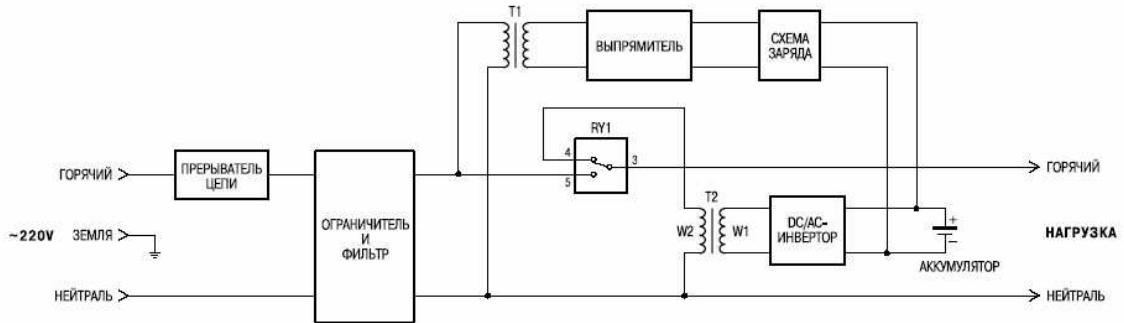

Рис. 1. Структурная схема
**Структурная схема** ИБП Back-UPS 250I, 400I и 600I показана на рис. 1. Сетевое напряжение поступает на входной многоступенчатый фильтр через прерыватель цепи. Прерыватель цепи выполнен в виде автоматического выключателя на задней панели ИБП. В случае значительной перегрузки он отключает устройство от сети, при этом контактный стопик выключателя выталкивается вверх. Чтобы включить ИБП после перегрузки, необходимо вернуть в исходное положение контактный стопик выключателя. Во входном фильтре-ограничителе электромагнитных и радиочастотных помех используются LC-звенья и металлоксидные варисторы. При работе в нормальном режиме контакты 3 и 5 реле RY1 замкнуты, и ИБП передает в нагрузку напряжение электросети, фильтруя высокочастотные помехи. Зарядный ток поступает непрерывно, пока в сети есть напряжение. Если входное напряжение падает ниже установленной величины или вообще исчезает, а также если оно сильно зашумлено, контакты 3 и 4 реле замыкаются, и ИБП переключается на работу от инвертора, который преобразует постоянное напряжение аккумуляторов в переменное. Время переключения составляет около 5 мс, что вполне приемлемо для современных импульсных блоков